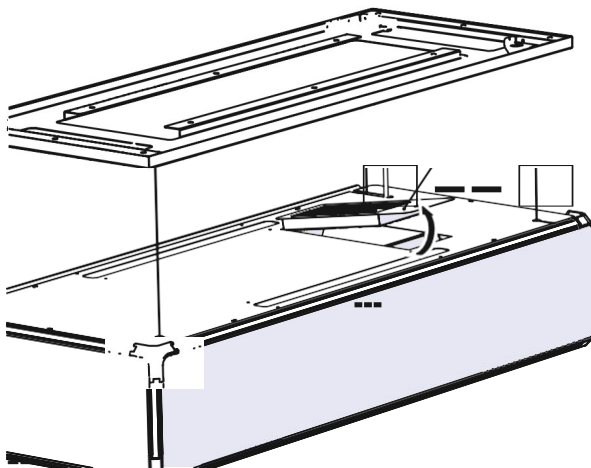

Fig. 36
1. ➔ Dra kolfiltret på höljet mot pilens riktning och ta bort det (Fig. 36).